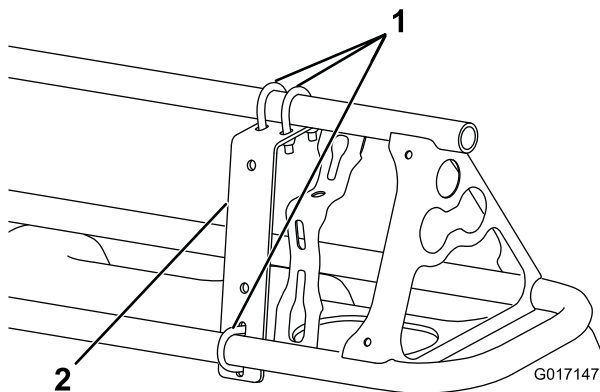
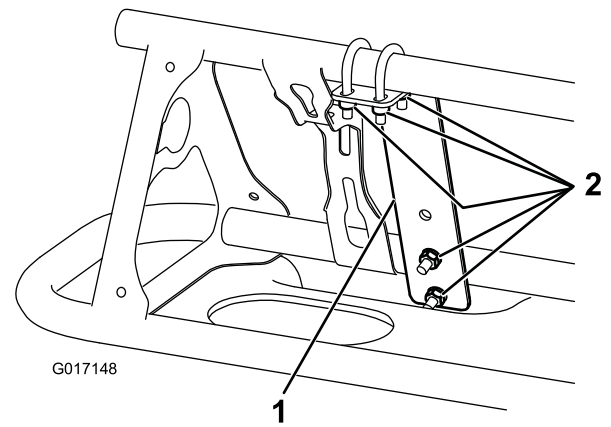

Figure 5
Figure 6
1. Posez un support de fixation sur l'avant de chaque rampe, près de la buse extérieure, au moyen de 3 étriers filetés et 6 contre-écrous (1/4") (Figure 5 and Figure 6).